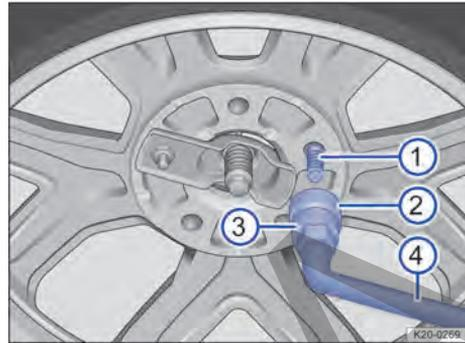

Fig. 196 Colocar la protección antirrobo.
- Asegúrese de que el perno → **Fig. 196** ① se introduzca a través de uno de los orificios para los tornillos de rueda.
- Enrosque la tuerca de seguridad → **Fig. 196** ② en el perno roscado → **Fig. 196** ① en el sentido de las agujas del reloj con ayuda del adaptador para la protección antirrobo → **Fig. 196** ③ de las herramientas de a bordo.
- Encaje el adaptador para la protección antirrobo ③ y la llave de rueda ④ en la tuerca de seguridad.
- Apriete la tuerca con la llave de rueda ④.